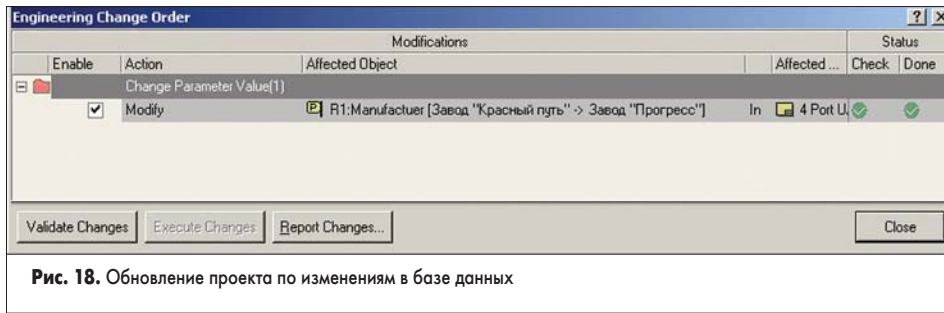

Рис. 18. Обновление проекта по изменениям в базе данных
7. Нажмем кнопку Execute Changes. Система выполнит назначенное изменение и просигнализирует об этом зеленым значком в столбце Status Done (рис. 18).